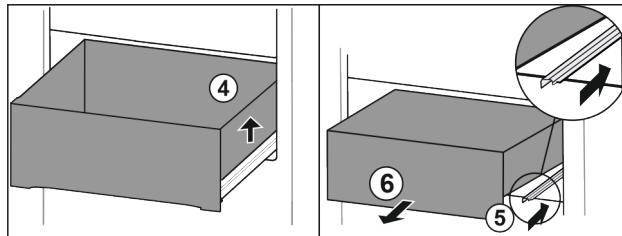

Fig. 83
- Nadzvedněte zásuvku vpravo. Fig. 83 (4)
- Zasuňte pravou kolejničku. Fig. 83 (5)
- Vyjměte zásuvku dopředu. Fig. 83 (6)